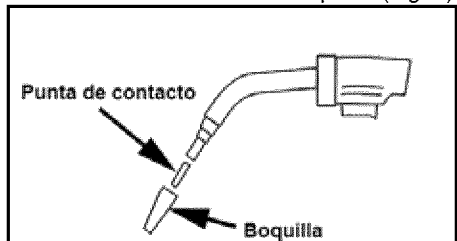

Fig. 3
2.1 Retire la boquilla y la punta de contacto del extremo de la unidad del soplete. (Fig. 3)